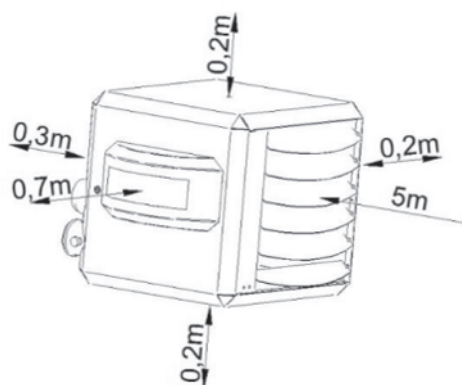

Figure 5 - Dégagements minimaux autour de l'aérotherme
- Respecter un espace libre suffisant entre l'aérotherme et toute obstruction. Cette contrainte s'applique pour des raisons de sécurité et pour faciliter l'accès lors des opérations de maintenance et des réparations (figure 5).